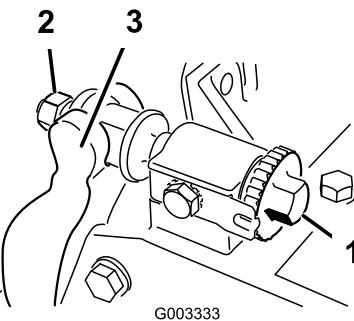

Figura 61
- Gire el tornillo de ajuste de la barra de asiento, en el sentido contrario a las agujas del reloj, para alejar la contracuchilla del molinete (Figura 61).